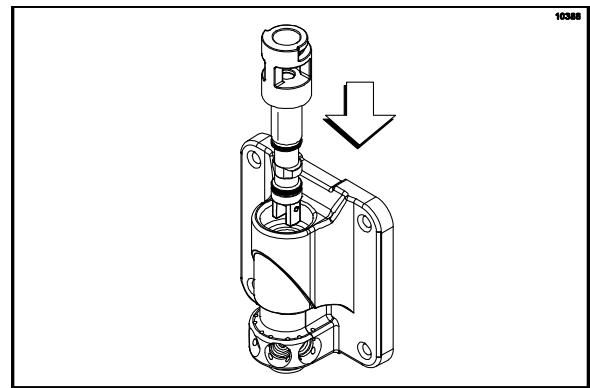

Figura 120
10. Insira e alinhe o conjunto do spinner da válvula de extração na porta do shake, como ilustrado. (Veja a Figura 120.)